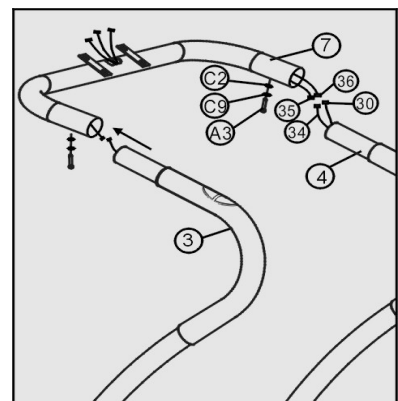

Figure 3
1. Anslut elkabel 1 (30) med elkabel 2 (36) på höger ramstolpe (4). Anslut därefter pulskabel 1 (34) med pulskabel 2 (35) på vänster ramstolpe (3) och höger ramstolpe (4). (Se fig 3)
2. Sätt fast handtagsstödet (7) på vänster o. höger ramstolpe (3/4) med 2 set skruvar M6*16 (A3). (Se fig 3)
(Se fig. 3)